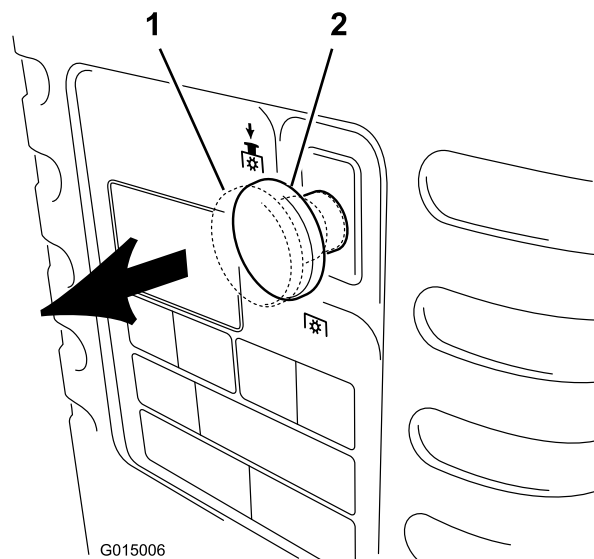

Bild 8
2. Ziehen Sie das ZWA-Handrad heraus in die On-Stellung (Bild 8).
2. Drücken Sie den Zapfwellenanschluss (ZWA) in die Aus“-Stellung (Bild 8).